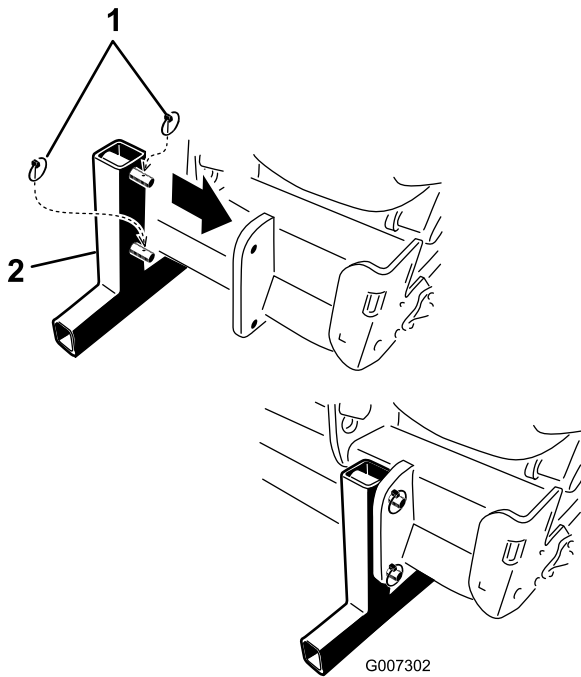

図 44
5. 格納保管スタンドを取り付けて、リンチピンで固定する 図 44。